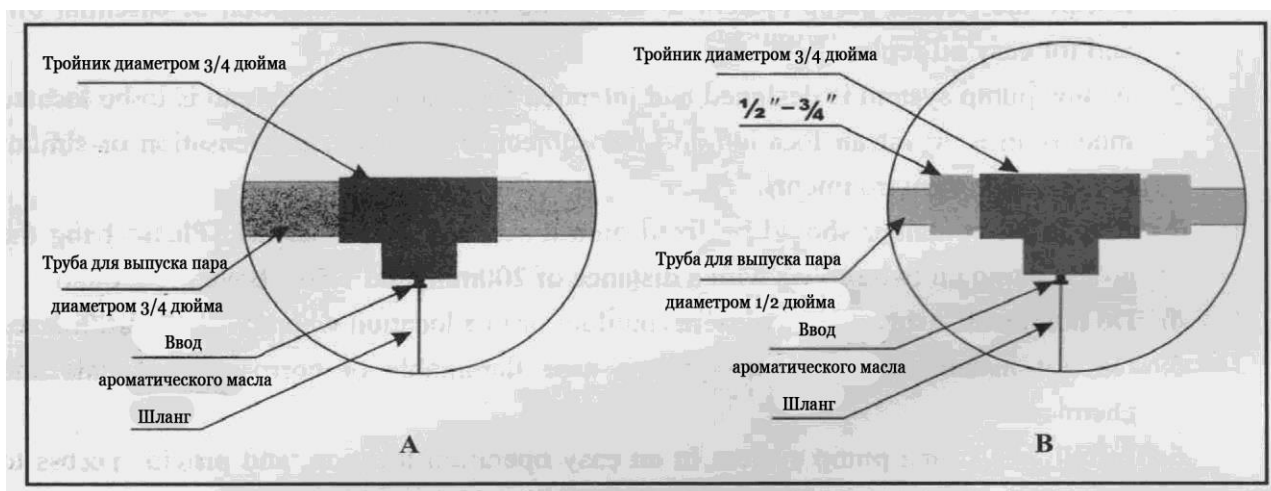

Рисунок 3
5. См. схему установки (рисунок 3), где показана установка.